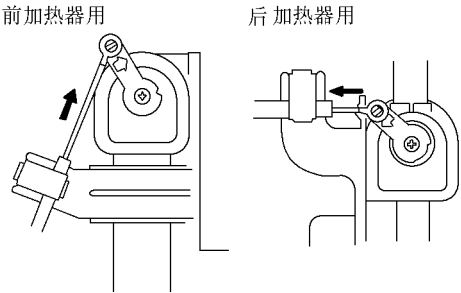

图 19-61 装上控制钢索并锁紧卡夹
(4) 调整水阀控制钢索。将水阀和温度控制杆设定到“冷气 (COOL)”位置，然后装上控制钢索并锁紧卡夹。如图 19-61 所示。